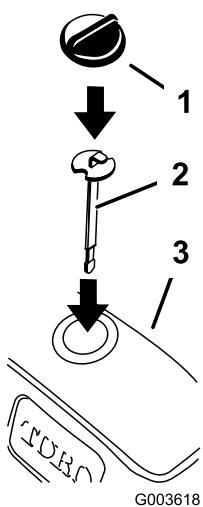

Figura 37
- Coloque a nova vareta e verifique o nível do fluido hidráulico (Figura 37).